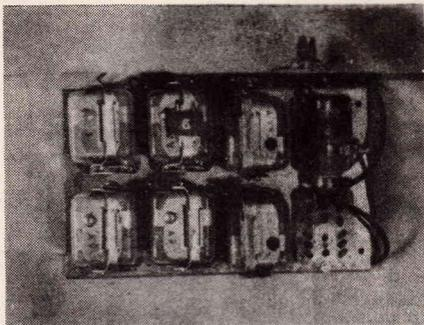

Fig. 6. — Platines des relais de propulsion
4.4.2. Réalisation technique - schéma fig. 6
4.4.3. Réalisation pratique - fig. 6.